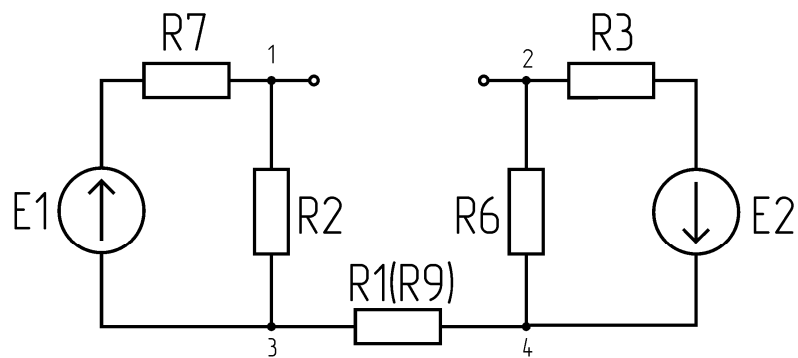

Рис.14
4. Определить параметры эквивалентного источника напряжения (ЭДС и внутреннее сопротивление) относительно клемм 1-2 цепи рис.14.
4.1. исключить сопротивление R_6 из цепи с резистором R_1 (рис.14);
1. Используя параметры эквивалентных источников напряжения, определенные в п.4 и п.5 экспериментальной части, вычислить ток в резисторе R_6 цепи рис.14 для двух случаев (включено сопротивление R_1 или R_9). Сравнить расчетные значения тока в сопротивлении R_6 со значениями, вычисленными по экспериментальным данным п.2 и п.3. Сделать заключение о влиянии величины сопротивления резистора между узлами 3 и 4 на параметры эквивалентного источника напряжения.
2. Рассчитать теоретически параметры $E_{эkv}$ и $R_{эkv}$ эквивалентного источника напряжения для цепи рис.14 для двух случаев (включено сопротивление R_1 или R_9). Сравнить результаты расчета с результатами эксперимента.
3. Рассчитать токи в ветвях схемы рис.14, используя результаты измерений п.6 экспериментальной части.